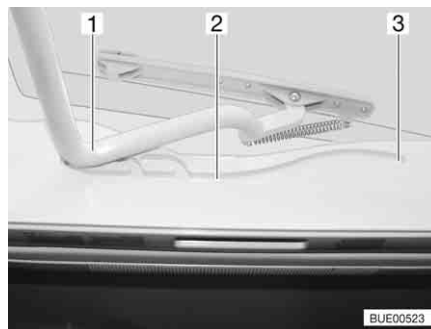

Fig. 78 Oblò Heki, guida
- Tirare la staffa (Fig. 78,1) nelle guide (Fig. 78,2) fino alla posizione più all'indietro (Fig. 78,3).
- Spingere la staffa (Fig. 78,1) leggermente verso l'alto con ambedue le mani.
- Tirare la staffa nelle guide (Fig. 78,2) fino alla posizione desiderata.